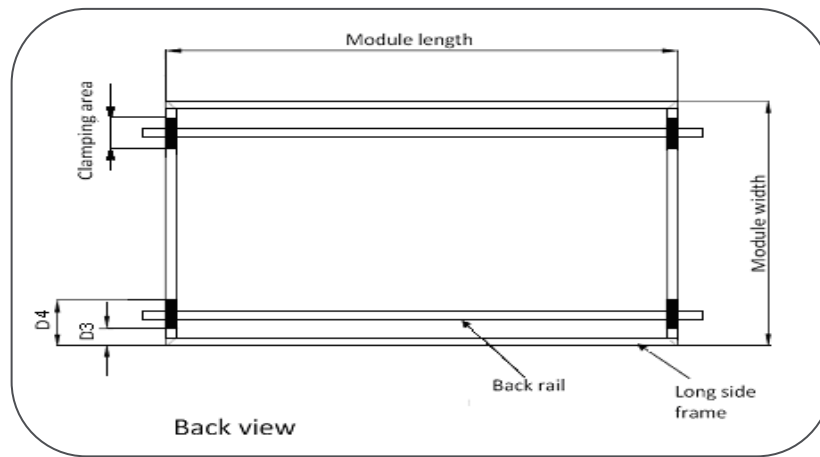

Abbildung 3 Montageklemmbereich kurze Schiene (D3 und D4)
- Klemmen an der kurzen Kante des Rahmens (siehe Abbildung 3, Messung unten)